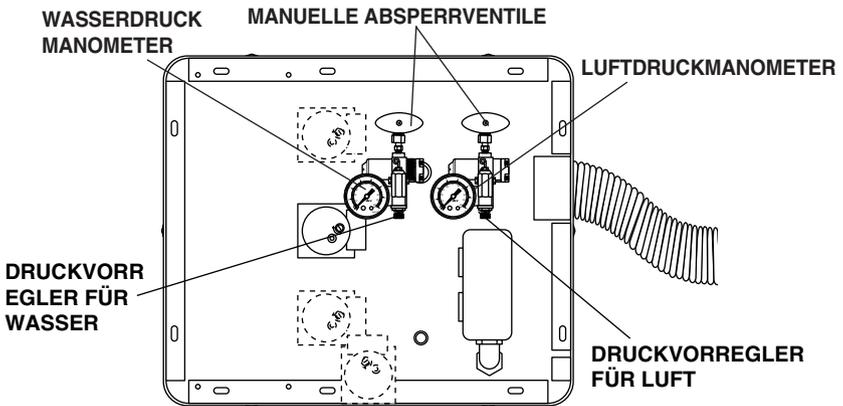

Bild 7. Cascade-Anschlußgehäuse und großes Edelstahl-Anschlußgehäuse
1. Achten Sie darauf, daß die manuellen Absperrventile vollständig geöffnet sind (gegen den Uhrzeigersinn drehen). Schalten Sie die Einheit ein, und lesen Sie die Manometer im Anschlußgehäuse ab (siehe Bild 7 und 8). Der Luftdruck sollte 500-550 kPa betragen, der Wasserdruck 2,5 bis 2,8 bar.
Um zu überprüfen, ob der Luftfilter verstopft ist, schalten Sie den Hauptschalter ein, und entfernen Sie die Abdeckung des Anschlußgehäuses. Bedienen Sie die Lufttaste der Spritze, und beobachten Sie das Luftmanometer im Anschlußgehäuse (*siehe Bild 7 und 8*). Wenn der angezeigte Luftdruck um mehr als 1 bar fällt, ist das Filterelement verstopft und muß ersetzt werden.